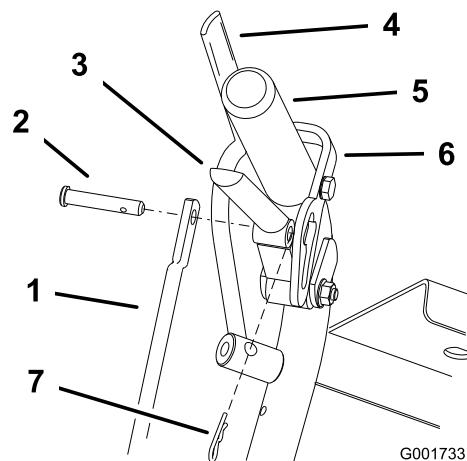
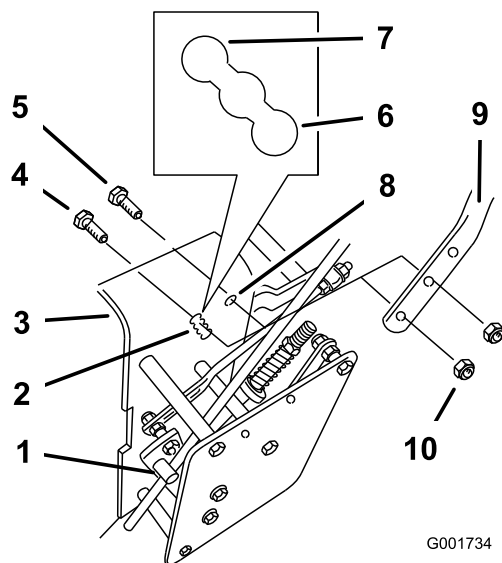

Рисунок 18
Рисунок 19
- Снимите игольчатые шплинты и шплинтуемые штифты с рычагов привода и фиксаторов нейтрального положения (Рисунок 18).
- Ослабьте верхние фланцевые болты ($\frac{3}{8}$ x $1\frac{1}{4}$ дюйма) и фланцевую гайку крепления рукоятки к задней раме (Рисунок 19).
- Выверните нижние фланцевые болты ($\frac{3}{8}$ x 1 дюйм) и фланцевые гайки, которые крепят рукоятку к задней раме (Рисунок 19).
5. Отрегулируйте длину тяги управления, повернув тягу в ее опоре (Рисунок 18 и Рисунок 19).
6. Установите игольчатые шплинты в шплинтуемые штифты и между рычагами привода и фиксаторами нейтрального положения(Рисунок 18).